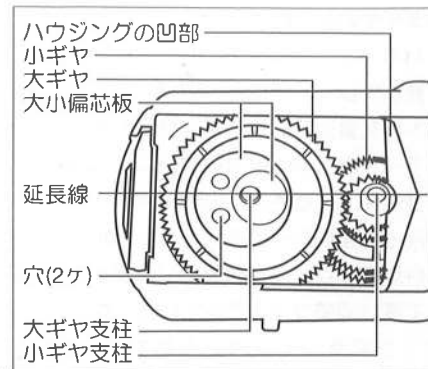

図9
- ③大ギヤを手で回し、偏芯板に付いている2コの穴の中心を、大小ギヤ支柱の延長線に合わせます。(図9参照)
- ④ブレード(刃)固定板を裏返して、ギヤ支柱受穴を大小ギヤ支柱に差込んでください。